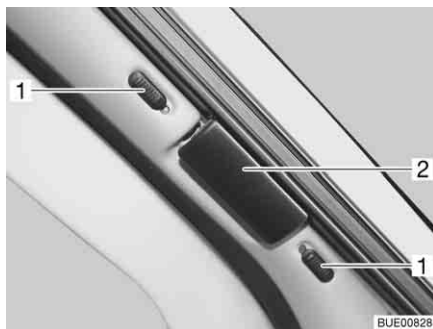
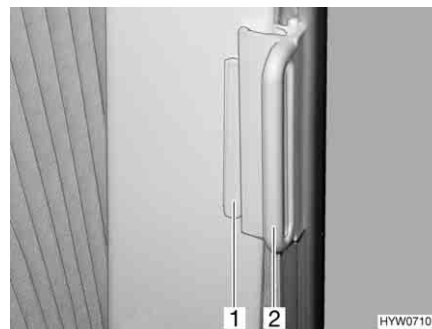

Fig. 70 Dispositif occultant plissé pour le pare-brise
Fig. 71 Dispositifs occultants plissés pour les fenêtres côté conducteur et passager
- Pousser les boutons de verrouillage du dispositif occultant plissé pour le pare-brise (Fig. 70,1) vers le bas ou vers le haut. Si le point rouge est visible, le dispositif de verrouillage est ouvert.
- Saisir les dispositifs occultants plissés par la poignée (Fig. 70,2 et Fig. 71,2) et tirer avec précaution jusqu'à ce que le blocage magnétique les maintienne fermés.
- Pousser, sur les dispositifs occultants plissés pour les fenêtres côté conducteur et côté passager, la poignée (Fig. 71,2) sur la pièce de fixation (Fig. 71,1). Le dispositif occultant plissé est bloqué.